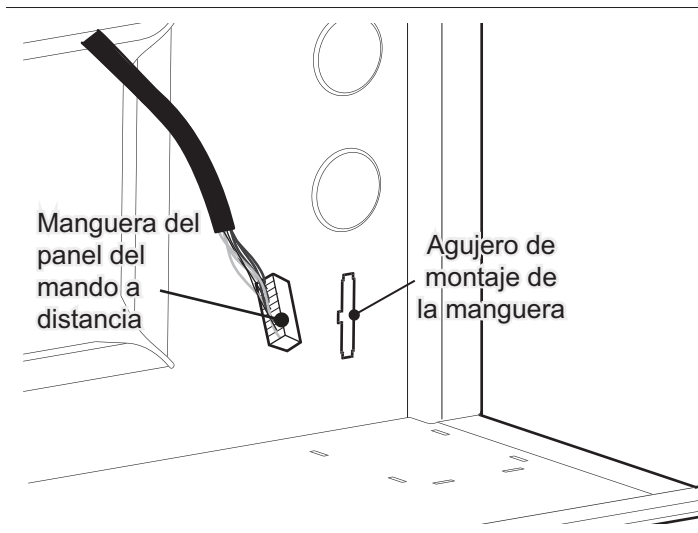

Figura 19: Orificio de montaje del arnés remoto
- e) Introduzca el extremo del arnés remoto en el orificio de montaje según se indica en la *Figura 19* hasta que escuche un clic.